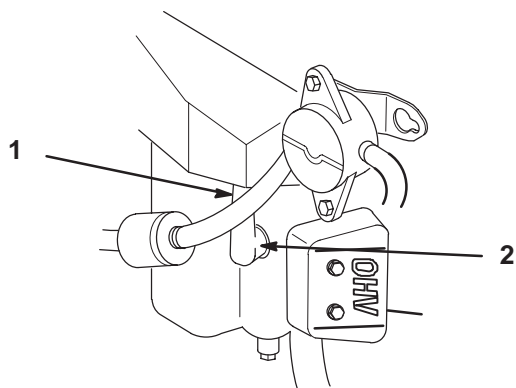

Figure 45
2. Débranchez les fils des bougies (Fig. 45). Nettoyez la surface autour des bougies pour éviter que des impuretés endommagent le moteur en tombant à l'intérieur.
3. Connectez les fils aux bougies (Fig. 45).